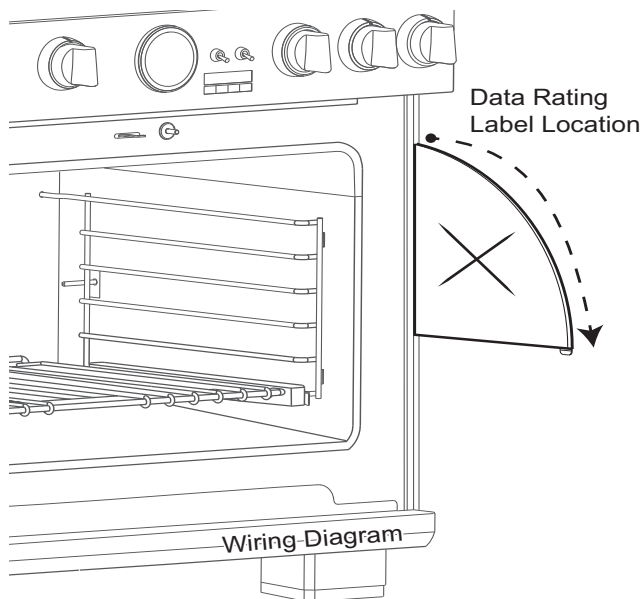

Figure 32: Rating Label Location
Vérifiez le type de gaz fourni à l'endroit de l'installation. Assurez-vous que l'appareil est branché au type de gaz pour lequel il est certifié. Les modèles sortent de l'usine avec une certification pour une utilisation au gaz naturel ou au gaz propane (LP). Assurez-vous que votre cuisinière est conçue pour le type de gaz auquel vous la branchez. Consultez la fiche signalétique du produit, située à l'emplacement indiqué à la *Figure 32*.